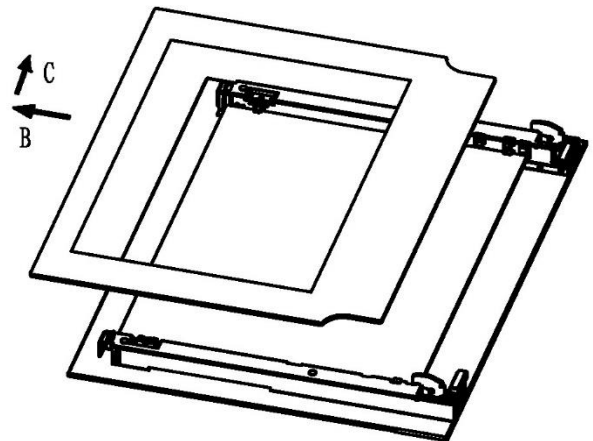

Fig. 2
- Maintenant, en fermant légèrement la porte, vous pouvez la soulever en tirant sur les crochets «A » comme indiqué sur la figure 2.
2. Retirez lentement le verre intérieur (Fig. 2)